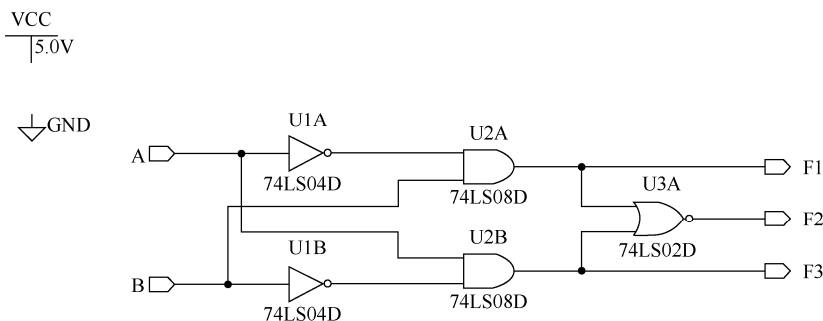

图 4.5.24 实验电路图
(1) 将公式 $F=AB+BC+CD$ 的真值表列出来,要求用与非门实现该电路。
(2) 分析如图 4.5.24 所示电路功能。